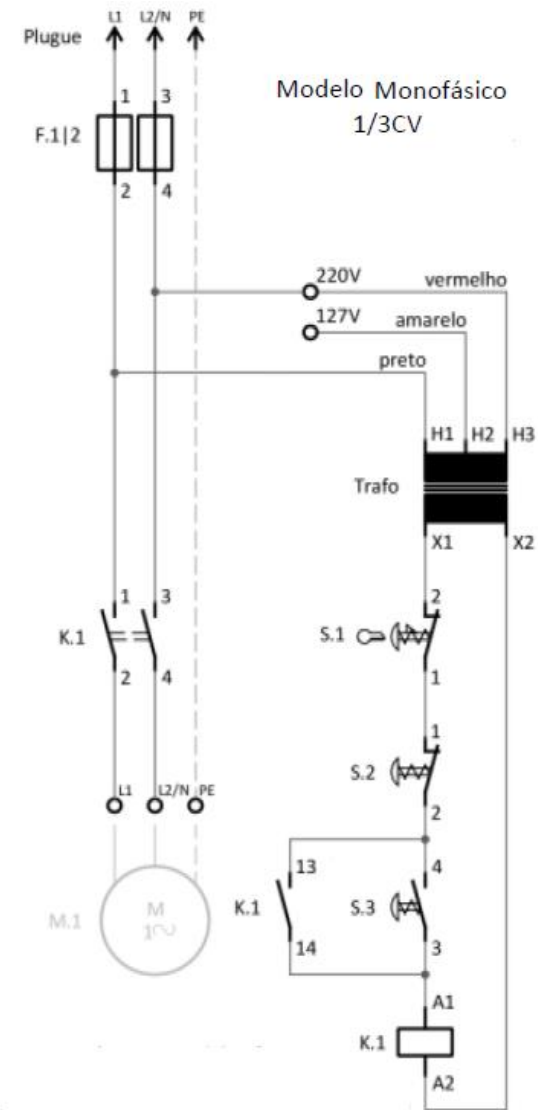

Figura 5
a) nos modelos monofásicos, o padrão da ligação é dado conforme a figura 5. Caso altere a tensão de alimentação para 127V, remova o cabo que entra no borne 220V (fio vermelho) e reconecte-o no borne 127V (fio amarelo) conforme a figura 6;